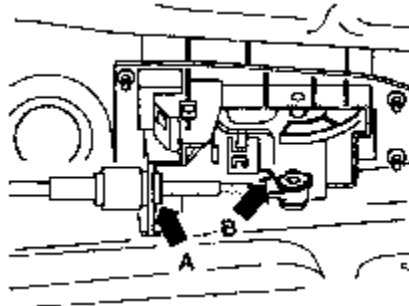
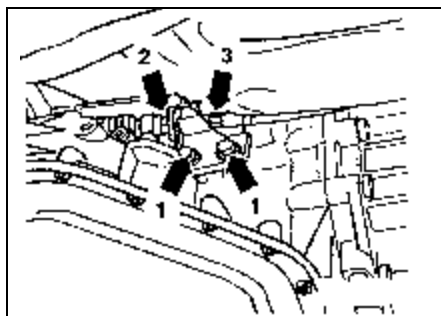

图 8-22 拆卸变速杆拉线
图 8-29 调整变速杆拉线
(8) 压紧卡夹 (B) 末端, 拆下卡夹, 向下从轴承罐上拆下变速杆拉线卡板 (A)。如图 8-22 所示, 从变速杆上拆下变速杆拉线。
(1) 使变速杆和杠杆/换档轴位于“P”位置 (停车锁止必须切入)。升起车辆, 把变速杆拉线伸入轴承罐。注意变速杆拉线不能弯折。
(2) 将轴承罐装到支承座上, 用 $10\text{N} \cdot \text{m}$ 从上面拧紧 4 个螺母。把变速杆拉线皮碗装到换档机构的盖上。
(3) 连上电气插头。装上锁止拉线并调整。
(4) 装上盖板和变速杆把手。把变速杆拉线插到变速杆上, 并把变速杆拉线卡板装到轴承罐上, 挤压卡夹 (图 8-22) 末端并推到变速杆拉线末端上。
(5) 装上轴承罐盖, 用 $10\text{N} \cdot \text{m}$ 拧上 4 个螺母。
(6) 检查变速杆拉线调节, 必要时调整。
(7) 检查点火锁拔出锁止情况。
(8) 把万向轴装到变速箱法兰上, 用螺栓拧紧。装上隔热板, 把排气管装到后部排气系统上。装上副仪表板和加长部分, 接上蓄电池地线。对于带编码的收音机车辆应使编码生效。换档机构拧紧力矩见表 8-2 所示。
- (1) 将变速杆打到“P”位置。
- (2) 升起车辆，拆开后部排气系统的带三元催化反应器的排气管，并把它向上绑到一边去。
- (3) 拆下万向轴上的隔热板，从 Torsen 差速器盖上拆下万向轴隔热板。
- (4) 松开万向轴和变速箱的连接螺栓，并将万向轴挂起或者支承住使其不要掉下来。
- (5) 拆下换挡机构盖上的变速杆拉线皮碗并推回，拆下轴承罐盖。
- (6) 从轴承罐上拆下变速杆拉线，拆下卡夹（见图 8-22）。
(3) 装上卡夹和卡板（见图 8-22 所示）。安装时应将卡板末端指向变速杆拉线末端。
(4) 将变速杆拉线和支承架连好并用手带紧。
(5) 朝杠杆/换档轴方向推拉线以调整支承架上的变速杆拉线。
(6) 如图 8-29 所示，顶住六角螺栓（箭头 3）并以额定力矩拧紧螺栓（箭头 1）和（箭头 2）。